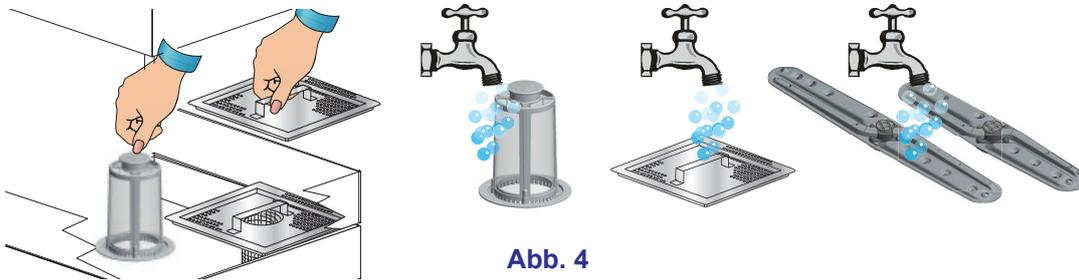

Abb. 4
- Den Pumpenfilter herausziehen und mit einer Bürste unter fließendem Wasser reinigen (siehe Abb. 4).
- Lösen Sie die Befestigungsschrauben und Entnehmen Sie die Sprüharme; reinigen Sie die Düsen sorgfältig unter fließendem Wasser (siehe Abb. 4).